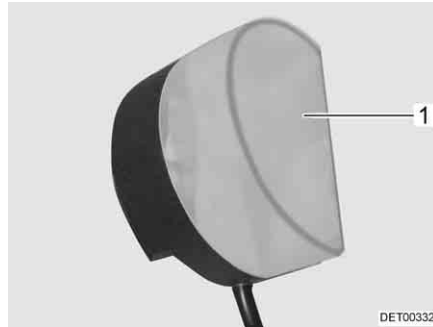

Bild 241 Klädskåpslampa
- Tryck ihop lampkåpan (Bild 241,1) lätt och tag av den.